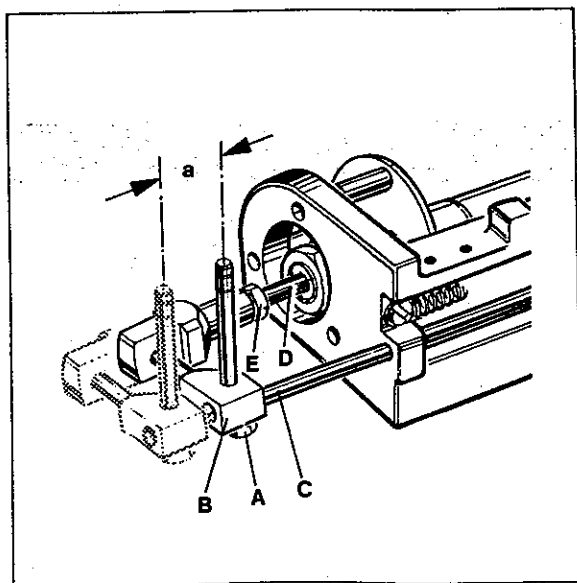

Fig.36
The stroke (a, Fig. 36) of the air cylinder has to be set for the different needle distances as shown in the following chart:
For setting remove the cloth plate. Loosen nut (A, Fig. 36) and move crosshead (B) on shaft (C) as required. Retighten nut (A).
If it is necessary to adjust piston rod (D, Fig. 36) of air cylinder to make above setting, loosen nut (E) and turn piston rod (D) accordingly. Retighten nut (E).
Der Hub (a, Fig. 36) des Luftzylinders muß für die verschiedenen Nadelabstände entsprechend folgender Tabelle eingestellt werden:
Entfernen Sie zum Einstellen die Stoffplatte. Lösen Sie die Mutter (A, Fig. 36) und verschieben Sie den Kreuzkopf (B) auf der Achse (C) entsprechend. Ziehen Sie die Mutter (A) wieder an.
Wenn es nötig ist die Kolbenstange (D, Fig. 36) des Luftzylinders zu verstellen um obige Einstellung vorzunehmen, lösen Sie die Mutter (E) und verdrehen Sie die Kolbenstange (D) entsprechend. Ziehen Sie die Mutter (E) wieder an.